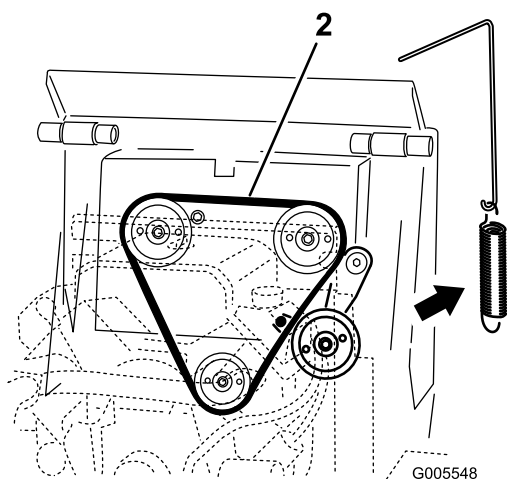

Figura 46
4. Rimuovete la molla della puleggia tendicinghia dal gruppo della puleggia tendicinghia (Figura 46).
6. Montate una nuova cinghia di trasmissione attorno alle tre pulegge (Figura 46).